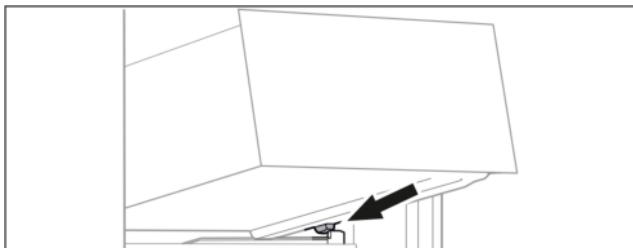

Fig. 60
- ▶ Schubfach schräg hinter den Stoppnern auf Behälterrippe aufsetzen. (siehe Fig. 60)